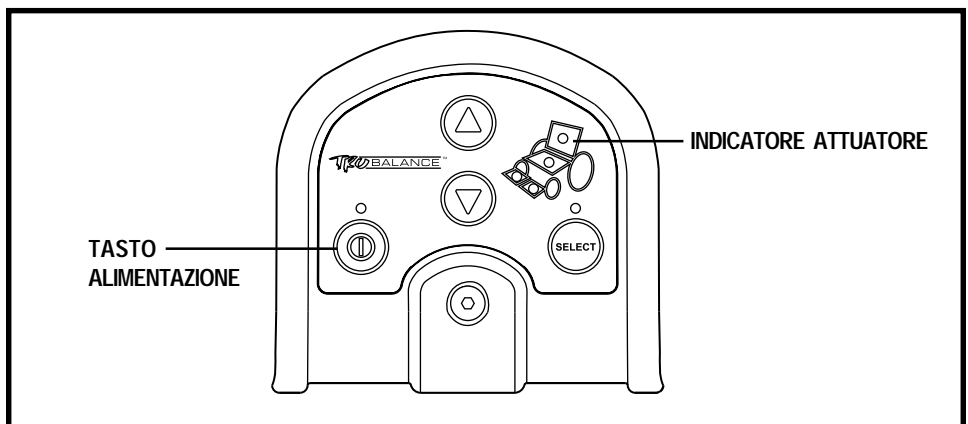
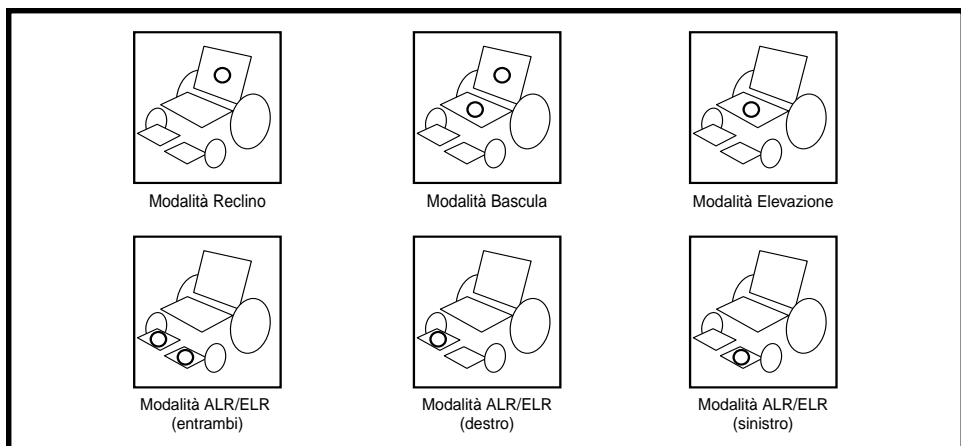

Figura 8. Funzioni del Modulo di Controllo dell'Assistente
Figura 9. Modalità attuatore
Il Synergy TRU-Balance Power Tilt può essere dotato di un Modulo di Controllo Assistente (vedi figura 8). Gli attuatori sono regolabili dall'utente attraverso la centralina o il commutatore, oppure da un assistente tramite il Modulo di Controllo Assistente. Qualunque azione eseguita mediante il Modulo di Controllo Assistente supera le azioni di commutazione effettuate dall'utente. Per regolare gli attuatori, premere Seleziona per fino a quando l'attuatore da regolare si illumina sull'indicatore corrispondente (vedi figura 9), quindi premere la freccia in su per aumentare il sollevamento o l'inclinazione, o la freccia in giù per ridurre il sollevamento o l'inclinazione.
3. Spingere il joystick verso destra per selezionare gli attuatori disponibili fino a quando si illumina la luce dello schienale sull'indicatore. Vedere figura 9.